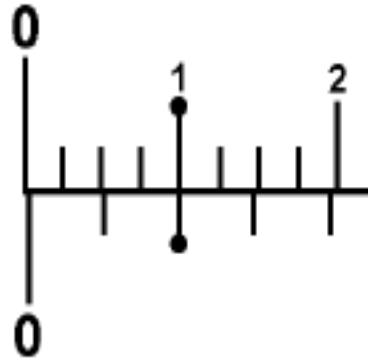
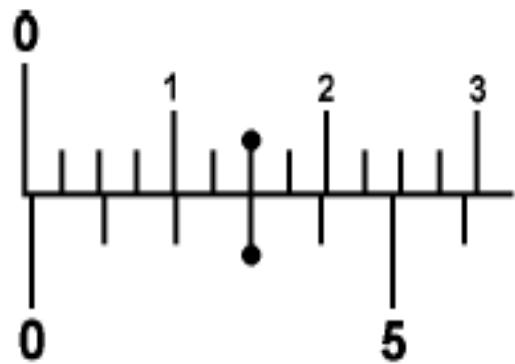

Fig.10
Fig.11
- Se deslocarmos o cursor do paquímetro até que o primeiro traço do nônio coincida com o da escala, a leitura será 0,001" (fig.9), o segundo traço 0,002" (fig.10), o terceiro traço 0,003" (fig.11), o décimo segundo traço 0,012" (fig.12).